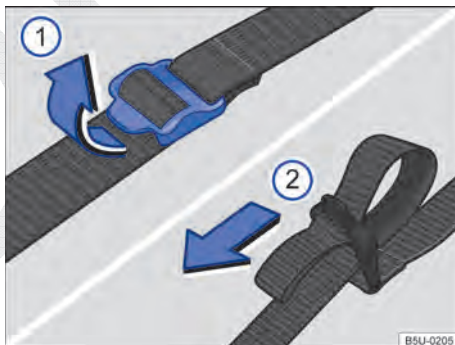

Fig. 159 Cintas de fixação da bolsa das ferramentas de bordo.
- Puxar as fivelas da cinta de fixação no sentido da seta ⇒ Fig. 159 ①.
- Puxar firmemente as cintas pelas alças no sentido da seta ⇒ Fig. 159 ② para fixar a bolsa das ferramentas de bordo.